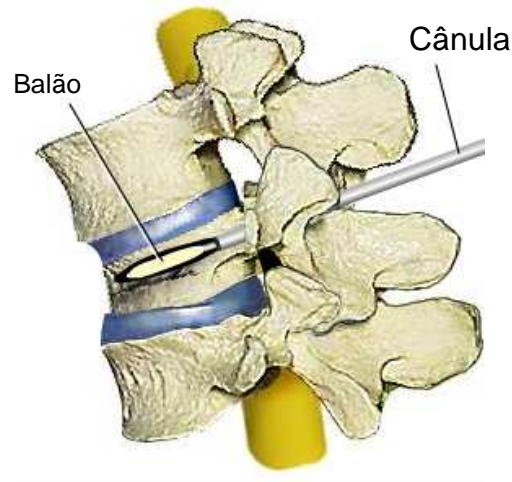

Figura 7: Introdução do balão pela cânula.
- 3- Utilizando a fluoroscopia, o cirurgião insere um balão pela cânula que vai até o corpo vertebral (figura 7).